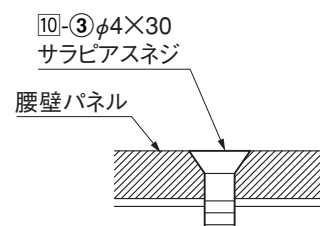

図11-8
- 10-3は皿頭が腰壁パネルに埋るように打込んでください。(図11-8参照)